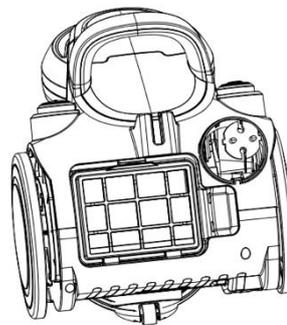

Fig.11
- 2) Comme sur la figure 11, sortez le filtre.